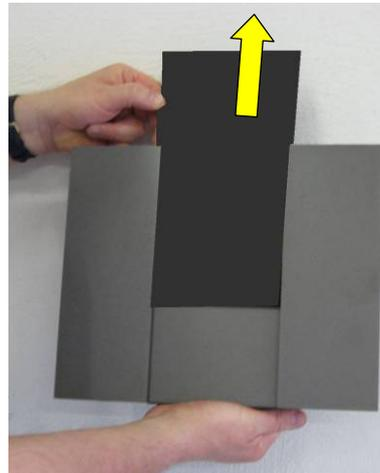

Fig. 7 : retirer les verres décoratifs
2. **Attention** : les verres décoratifs ne sont maintenus dans les habillages que par le haut ! Enlevez dans tous les cas les verres décoratifs lors du démontage des habillages (Fig. 7) !